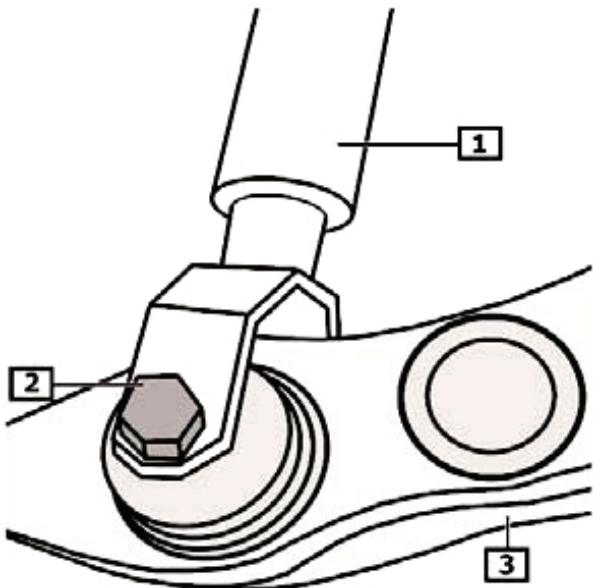

Fig. 1:
- Im Motorraum obere Befestigungsmuttern vom Federbeinlager (3) abschrauben.
- **Fig. 1** Untere Federbeinbefestigung (2) entfernen.
- Querlenker (3) nach unten drücken und Federbein (1) entnehmen.
- In the engine compartment, unscrew upper attachment nuts from suspension strut bearing (3).
- **Fig. 1** Remove lower suspension strut attachment (2).
- Press track control arm (3) down, and
- Remove suspension strut (1).
- Dans le compartiment moteur, dévisser les écrous de fixation du palier de jambe de force (3).
- **Fig. 1** Desserrer la fixation inférieure de la jambe de force (2).
- Enfoncer le bras transversal (3) vers le bas et
- **Fig. 1** Retirar la sujeción inferior (2) del amortiguador.